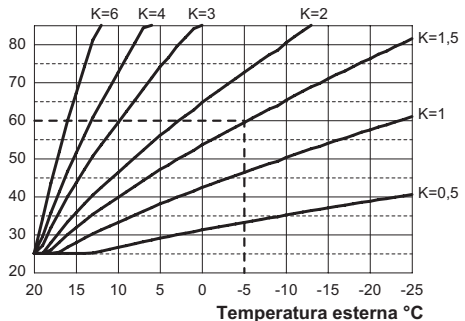

Figura 5.36
Se alla caldaia **È COLLEGATO** il comando remoto (opzionale) riferirsi alla Figura 5.36. In questo caso il settaggio del coefficiente K deve essere fatto da remoto.
Quando si installa la sonda esterna bisogna impostare questo parametro in base al rendimento dell'impianto di riscaldamento per ottimizzare la temperatura di mandata (Figura 5.36).
Es. Per avere una temperatura di mandata all'impianto di riscaldamento di 60°C con una esterna di -5°C si deve settare un K di 1,5 (linea tratteggiata in Figura 5.36).
- Utilizzando i tasti 18 o 19 è possibile modificare il valore del parametro 15 da un minimo di **01** ad un massimo di **60** in base alla curva scelta del coefficiente K in Figura 5.36 (il valore letto sul display corrisponde a valori decimali di coefficienti K).